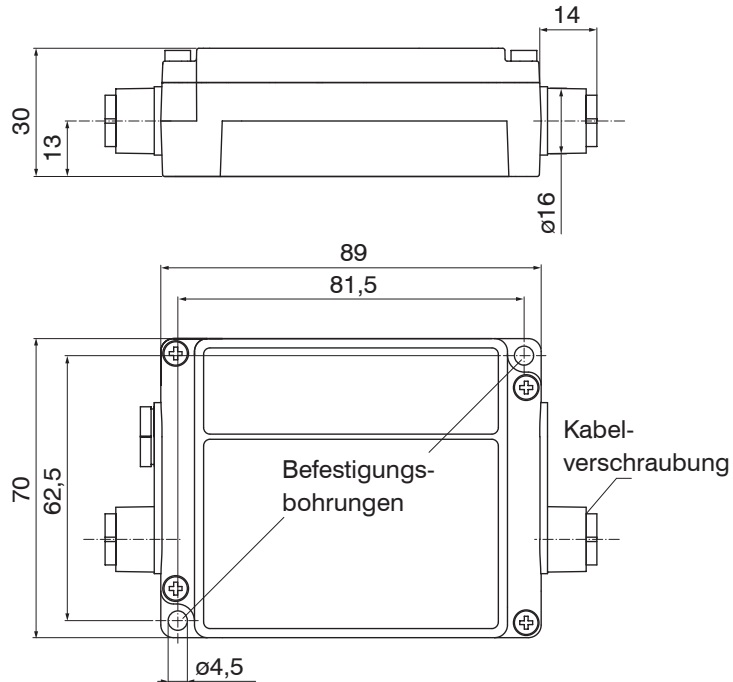

Abb. 8 Maßzeichnung Controller MSC7210, Abmessungen in mm, nicht maßstabsgetreu
- ➡ Führen Sie das Sensor- und Signalkabel durch die Kabelverschraubung, siehe Abb. 8.